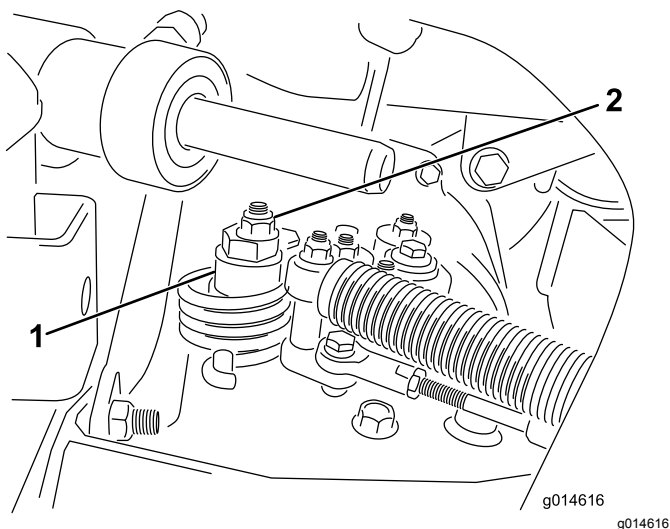

Figura 53
- A. Allentate il dado che fissa l'eccentrico alla parte superiore dell'igrostatato (Figura 53).
- C. Fate girare l'eccentrico finché non riscontrate movimenti in alcuna direzione. Quando la ruota cessa di girare, serrate il dado di bloccaggio dell'eccentrico per mantenere la messa a punto (Figura 53). Verificate la regolazione portando l'acceleratore in posizione Lento e Veloce.